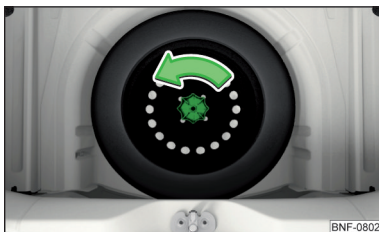

Fig. 118
- Desfaceți piulița în sensul săgeții » fig. 118 și scoateți roata.
- Înșurubați piulița până la refuz în sens invers săgeții » fig. 118.